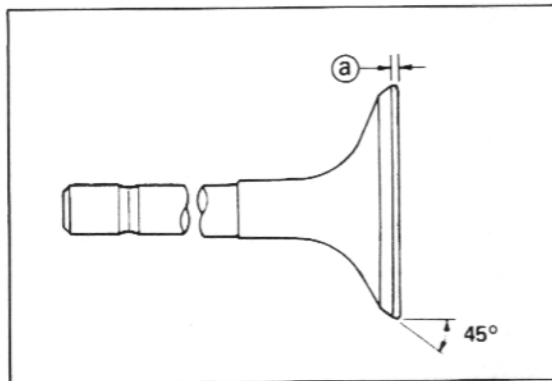

Bild 127
-  Ventiltellerhöhe messen: Mass «a» in Bild 127 darf 0,7 mm nicht unterschreiten.